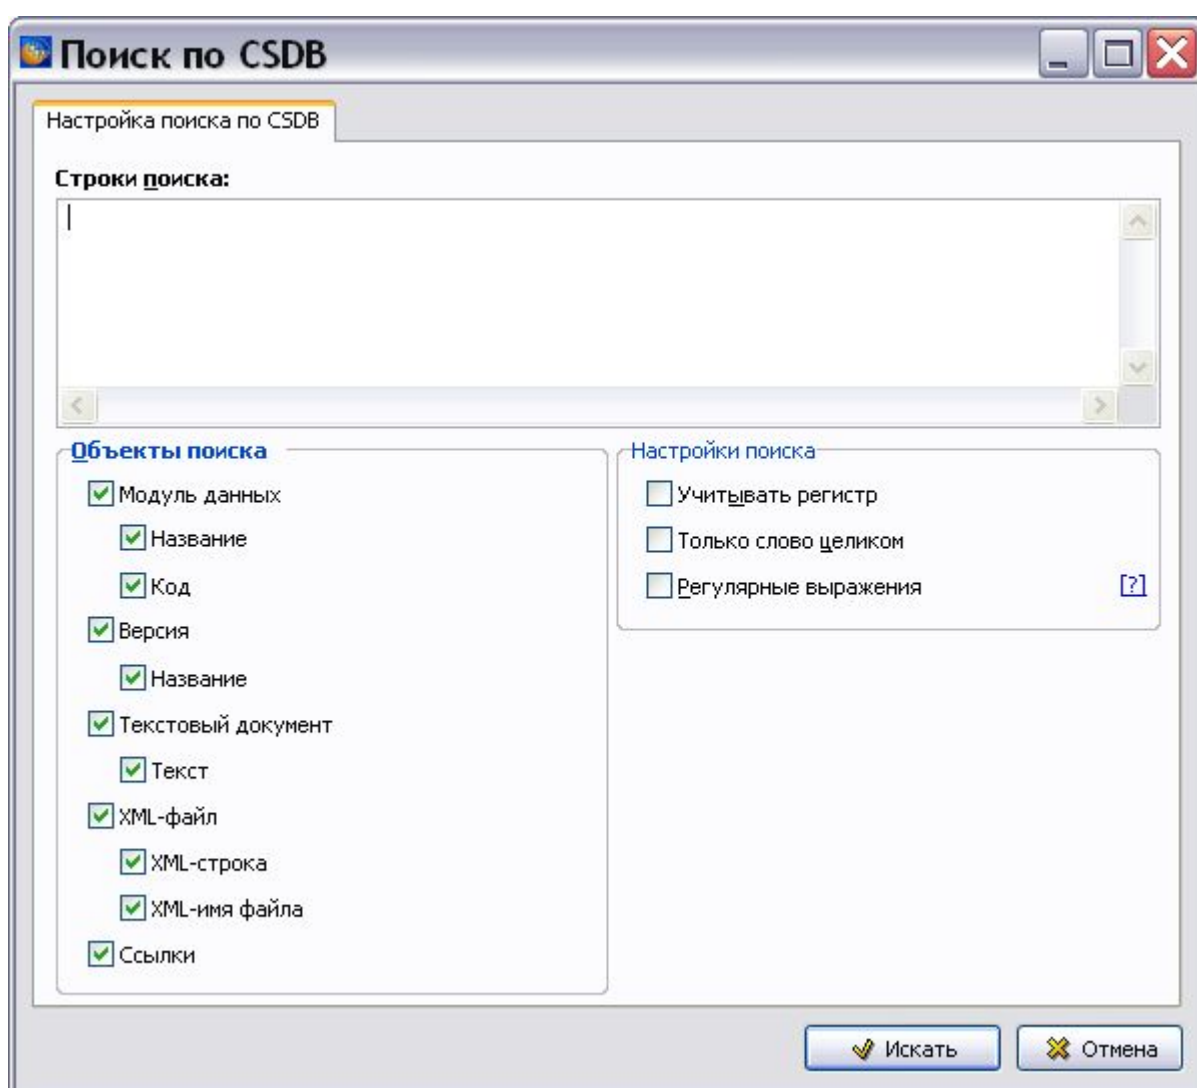

Рис. 8.221
4. В окне **Анализ** нажмите на кнопку **Применить**. После этого появится окно **Поиск по CSDB** (Рис. 8.221).